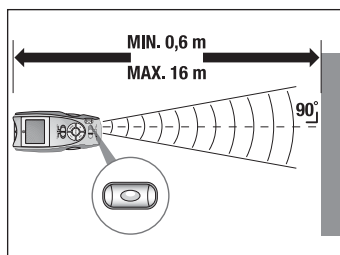
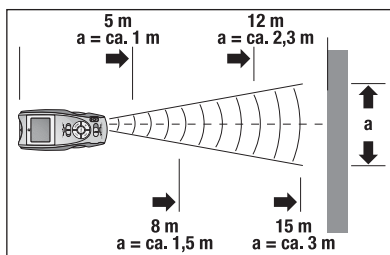

Abb. 1
Abb. 2
2. Halten Sie das Gerät waagrecht vor die Wand, zu der Sie die Entfernung messen wollen. Der Ultraschallsender/-empfänger **10** muss im rechten Winkel auf die Wand zeigen. Benutzen Sie hierfür die Wasserwaage: Die Blase in der Libelle **8** muss zwischen den Markierungsstrichen stehen (siehe Abb. 1).
Je weiter Sie von der Wand entfernt stehen, umso breiter ist die Fläche (a), die der Multidetektor mittels Ultraschall misst (Abb. 2). Beachten Sie daher, dass der Multidetektor immer auf eine ebene Fläche im rechten Winkel gerichtet ist (Abb. 1 und 3). Bitte beachten Sie, dass sich keine Gegenstände im Messbereich befinden.